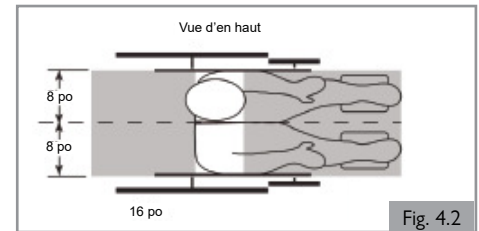

Fig. 4.2
3. Les zones de dégagement recommandées pour les occupants de fauteuil roulant retenus à la fois par des ceintures de bassin et du torse supérieur ou uniquement par une ceinture de bassin sont indiquées et décrites dans les diagrammes ci-dessous (Fig. 4.2 et 4.3). Les zones de dégagement avant doivent être plus importantes lorsque la ou les ceintures du torse supérieur ne sont pas utilisées. La zone de dégagement arrière de 40,5 cm se mesure à partir du point le plus en arrière de la tête d'un occupant. La zone de dégagement frontal se mesure à partir du point le plus en avant de la tête de l'occupant ; elle doit être de 66 cm lorsqu'une ceinture de retenue du bassin et une ceinture de retenue du torse sont utilisées et de 94 cm lorsqu'une ceinture de retenue du bassin seulement est utilisée. Il se peut que la zone de dégagement frontal ne soit pas applicable pour les conducteurs assis en fauteuil roulant.